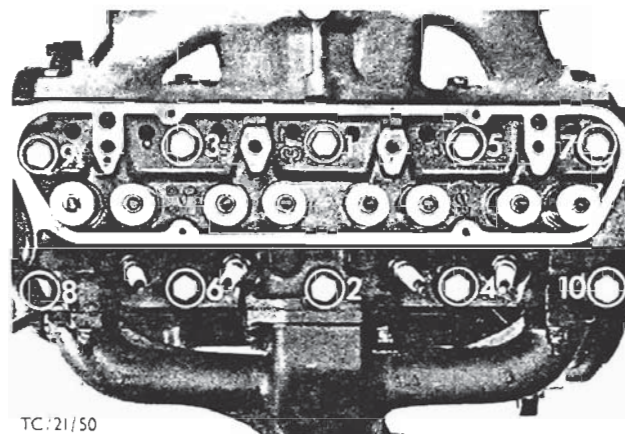

Fig. 74 - Rækkefølgen for tilspænding af topstykkebolte.
20. Vent 15 til 20 minutter og efterspænd ved hjælp af specialværktøj 21-034 topstykkeboltene med det specificerede moment (se Tekniske Data) i den rækkefølge, der er angivet i Fig. 74. Efterspænd de bolte, der fastholder vippearmsakslen og kontroller atter ventilsphillerummene.